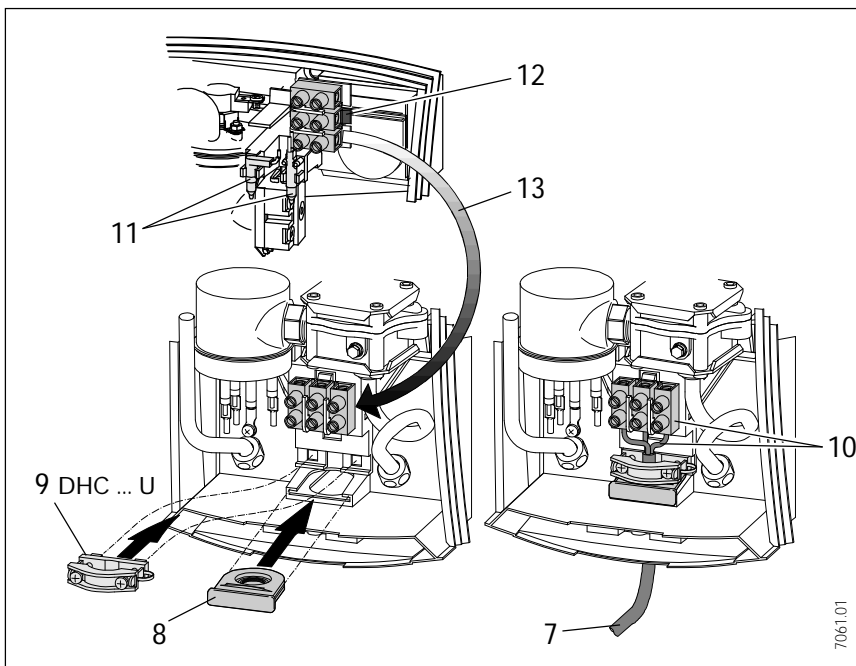
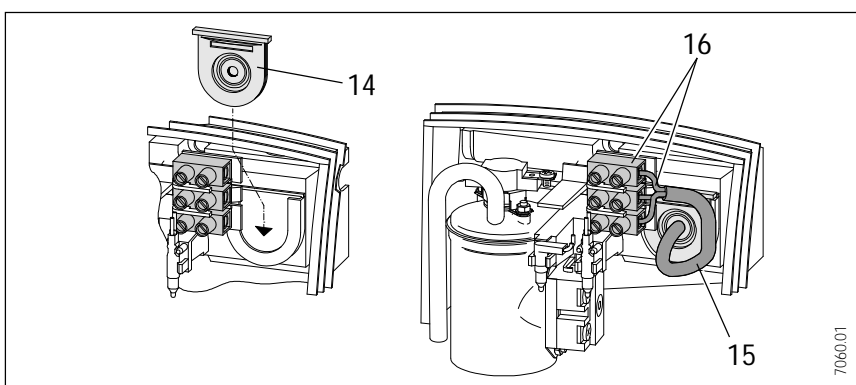

Abb. 16
Abb. 17
3. Elektrische Anschlußleitung gemäß Abb. 16 ablängen und abisolieren (bei DHC 3 U nicht erforderlich).
⚠ Zum Schutz gegen eindringendes Wasser muß die Kabelabdichtung (Abb. 16, Pos. 8 bzw. Abb. 17, Pos. 14) verwendet werden. Dichtungsscheibe entsprechend dem Elektroanschlußkabel ausschneiden.
DHC 3 U (Abb. 16):
DHC 6 U (Abb. 16):
• **Anschluß im oberen Gerätebereich / Aufputz oder Unterputz** (Abb. 17).